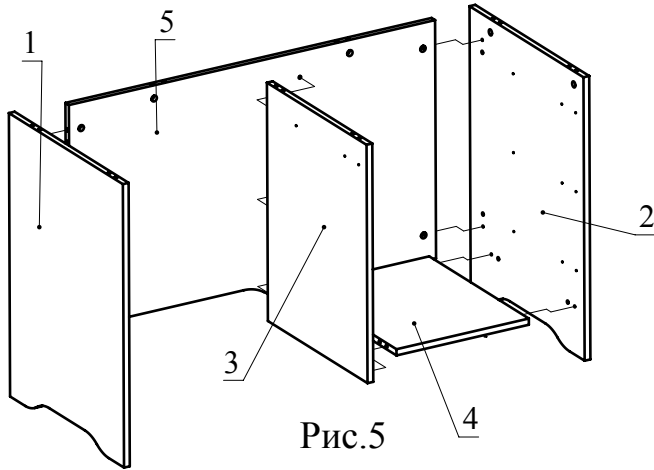

Рис.5
3. Соедините детали 1,2 и 5, затяните головки минификс. Соедините детали 4 и 2,3, затяните головки минификс. Соедините детали 3 и 5 с помощью конфирмат (Рис.5).